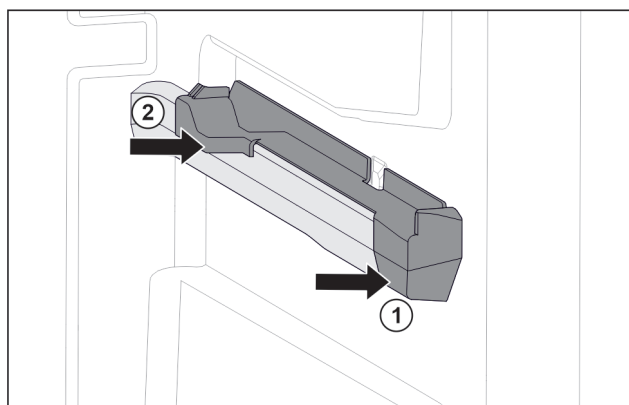

Fig. 196 Вставная часть на правом контейнерном ребре
- ▶ Наденьте вставную часть спереди на контейнерное ребро. Fig. 196 (1)
- ▶ Нажмите на вставную часть сзади. Fig. 196 (2)